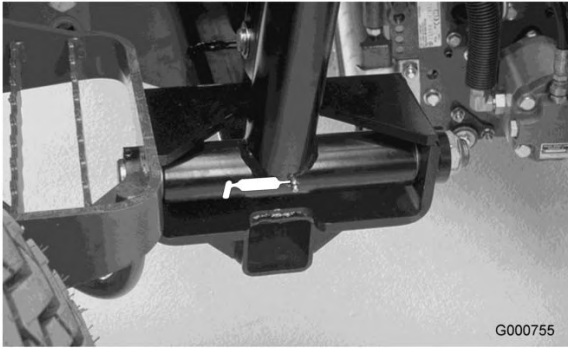

Figura 48
- Pivote del brazo de elevación (3) (Figura 48)